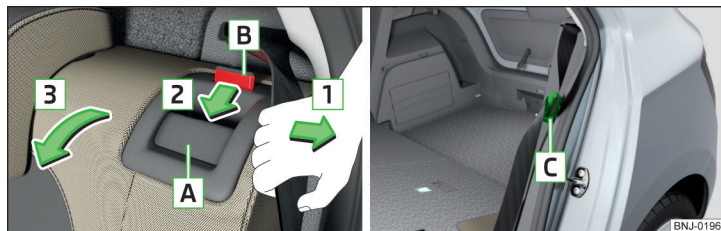

Fig. 56 Ribaltamento in avanti dello schienale / predisposizione della cintura di sicurezza
- Tirare la cintura di sicurezza esterna verso il rivestimento laterale in direzione della freccia **1** » fig. 56.
La linguetta di chiusura della cintura di sicurezza esterna **C** può essere innestata nel rivestimento laterale - predisposizione » fig. 56.